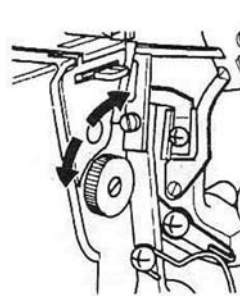
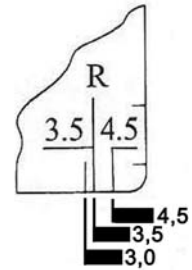

Fig. 38
Fig. 39
- Tournez le bouton de réglage de la largeur de couture 24 pour l'amener à la largeur de couture souhaitée (Fig. 38). Veuillez vous orienter à l'aide de échelle sur la plaque d'aiguille 13 (Fig. 39).